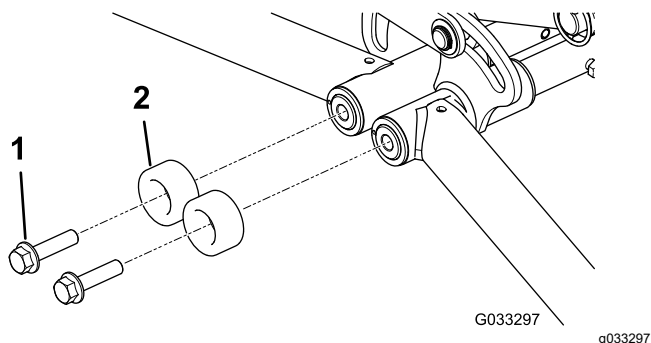

Figura 17
2. Rimuovete i bulloni a testa flangiata preesistenti e i paraurti arrotondati (Figura 17).